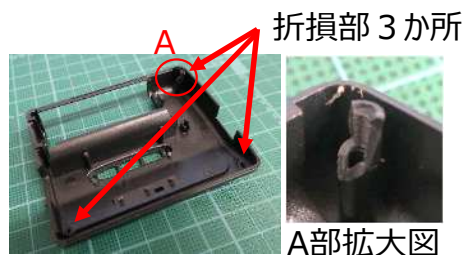
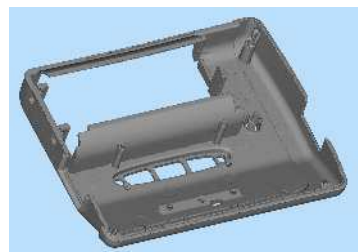

図1 破損部品
図2 3Dスキャン結果
1. 破損部品（図1）をX線CT三次元測定機で3Dスキャンする（図2）。